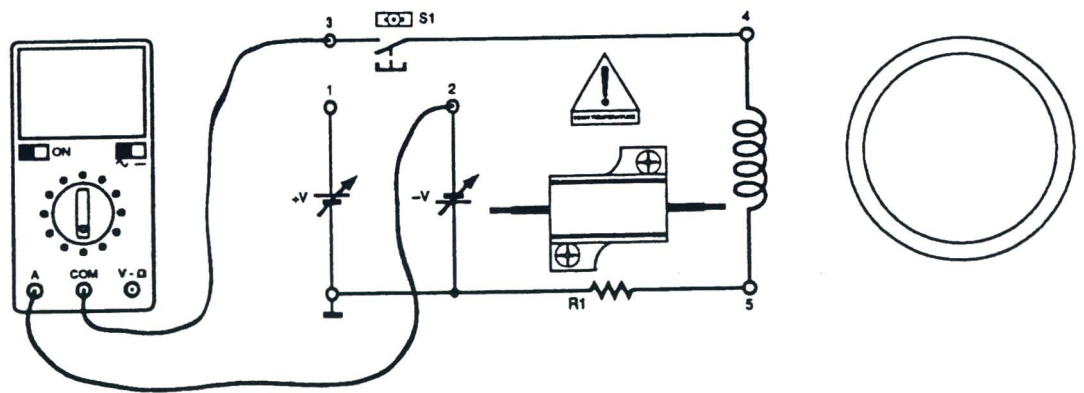

Fig.3.2b
- 12) Conectar el amperímetro entre el jack 2 y el jack 3 (Fig.3.2b)